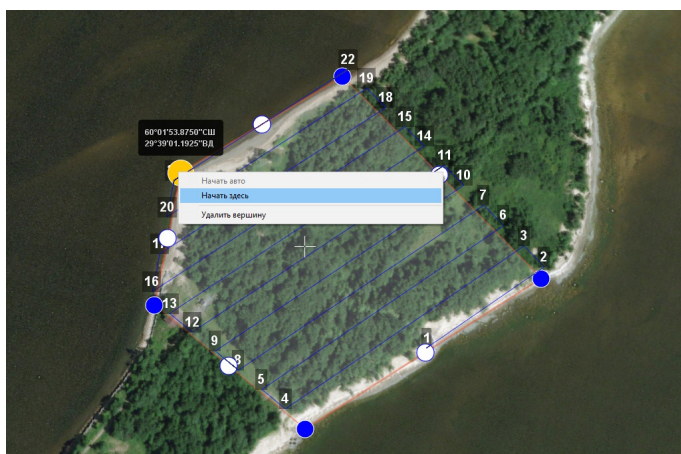

Рис. 48: Изменение точки входа в полигон
3. В появившемся контекстном меню выберите пункт **Начать здесь** (рис. 48);